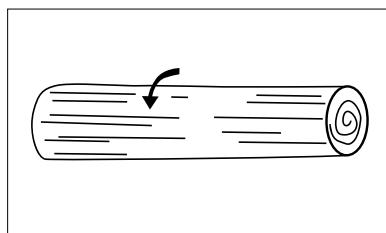

Fig. 20
1. Quando il tronco è sostenuto per tutta la sua lunghezza dai supporti, guidare la motosega dall'alto verso il basso e allo stesso tempo assicurarsi che la catena non finisca nel terreno (fig. 20).